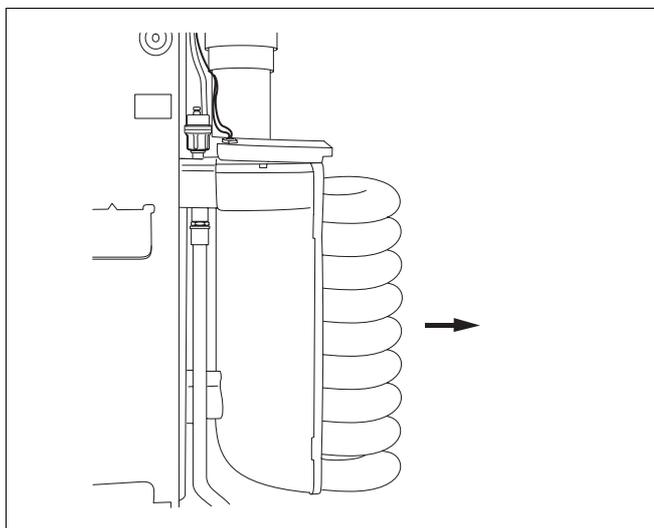

Abb. 45 Wärmetauscher herausziehen
- Spiral-Wärmetauscher nach vorne herausziehen. Restwasser des Wärmetauschers in Kondenswanne entleeren (Abb. 45).